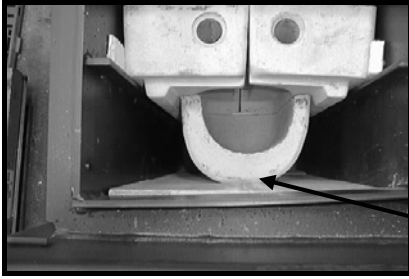

Fig. 3,1
8. Förbränningskammaren skjuts på plats. Använd dom medlevererade mellanläggremсорna (4 st) för att höja upp förbränningskammaren så att den sluter tätt upp mot höger och vänster keramiksten, se fig. 3,1.